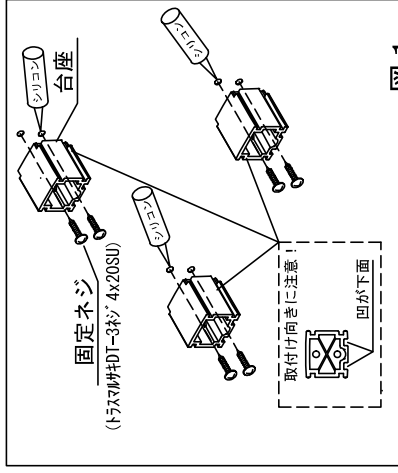

図1
- 壁パネルの穴にシリコンを塗布し、台座を固定ネジにて図1の要領でしっかり締め付けてください。